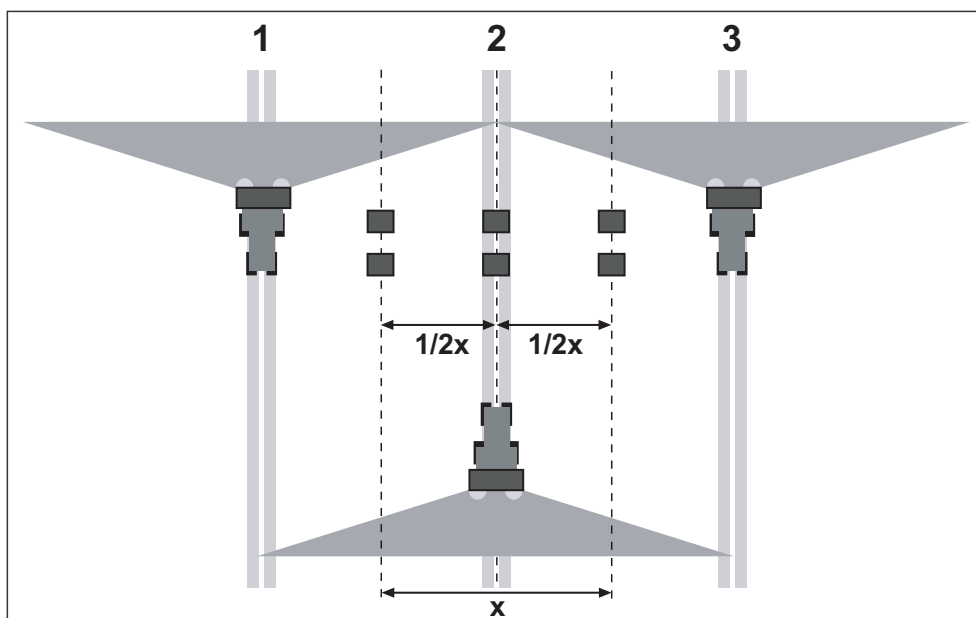

Рисунок 7.28: Установка для трех проходов
- Установите по два поддона на расстоянии 1 м друг за другом в зонах перекрытия и в центральной технологической колее (согласно Рис. 7.28).